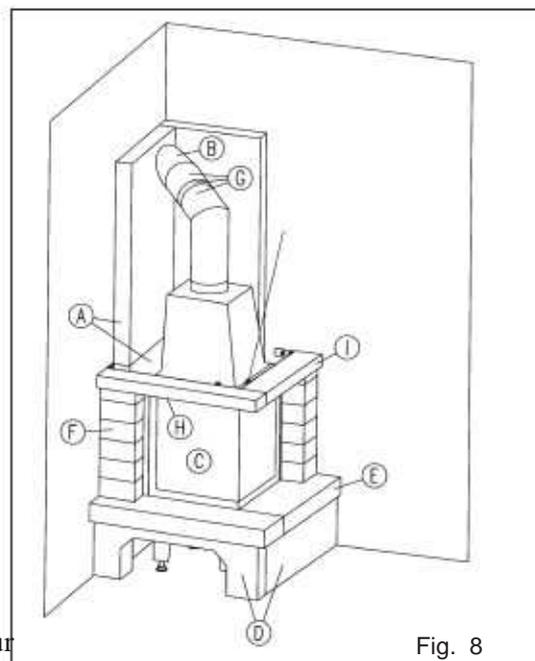

Fig. 8
- 10.2 Placez la corniche sur le cadre de support sans silicone. Assurez-vous que la corniche soit placée uniformément sur toute la surface. Les joints de la corniche supérieurs sont scellés au mur à l'aide de silicone (Fig.8)